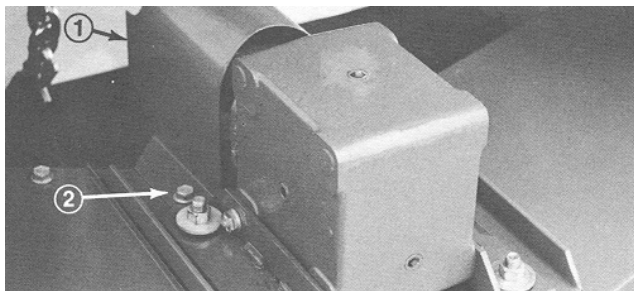

Figure 11
2. Enlevez les 2 vis autotaraudeuses maintenant le capot de la PDF au dessus de la plaque de montage du boîtier d'engrenages (Fig. 11). Placez le plateau de coupe devant le groupe de déplacement.